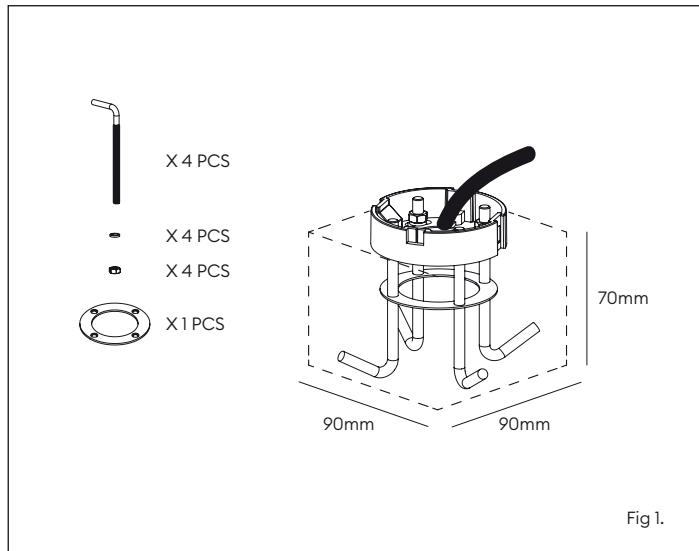

Fig 1.
1. Assemble the root mount kit (see Fig 1).
1. Assemblez le kit d'ancrage (voir fig. 1).
1. Assemblare il kit di montaggio a terra (vedere Fig. 1).